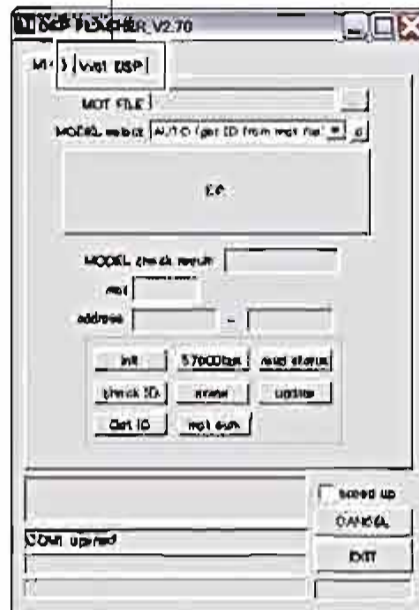

Fig. 4
The screen appears as shown below. (Fig. 4)
2. Click [Vx61 DSP]. (Fig. 4)
下記の画面が表示されます。(Fig 4)
2. [Vx61 DSP] をクリックします。(Fig 4)